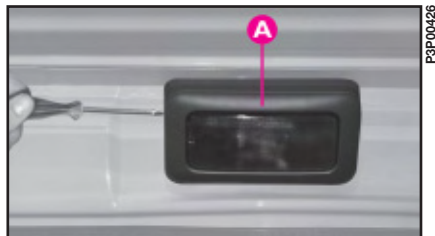

fig. 28
1) Verwijder met een schroevendraaier het geklemde lampenglas **A**-fig. 28, zoals in het figuur is aangegeven.